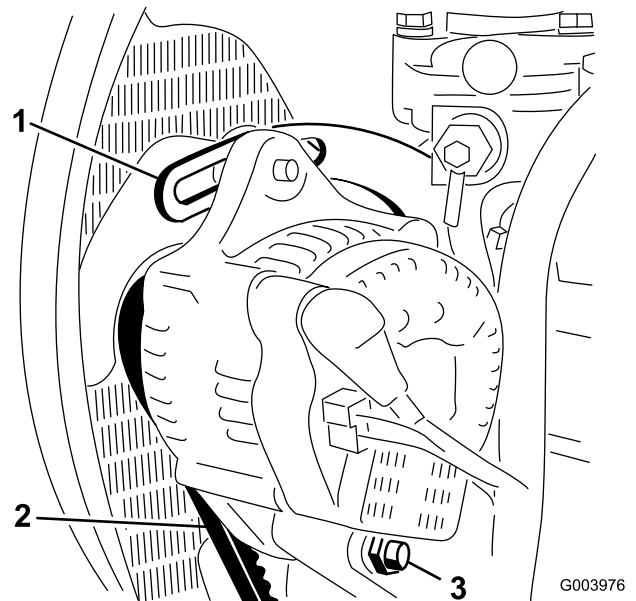

Bild 77
2. Prüfen Sie die Spannung des Treibriemens, indem Sie eine Kraft von 22 lb in der Mitte zwischen der Lichtmaschine und der Kurbelwellenscheibe ansetzen (Bild 77).
3. Lockern Sie die Schraube, mit der die Strebe am Motor befestigt ist, die Schraube, mit der die Lichtmaschine an der Strebe befestigt ist sowie die Drehschraube (Bild 77).